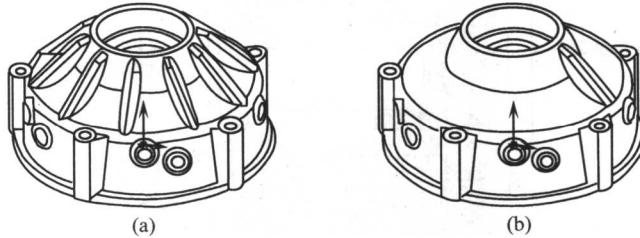

图 1-14 特征的压缩实例
- 压缩与解除压缩特征和装配体零件。在需要压缩的特征或零件上单击鼠标右键，弹出菜单中选择【压缩】或【解除压缩】即可，图 1-14 所示为特征的压缩实例，图 1-14 (a) 为原零件模型，图 1-14 (b) 为压缩后的零件模型；